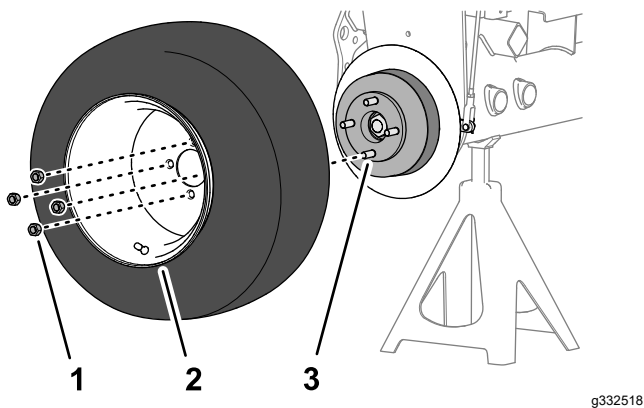

图 62
1. 卸下将前车轮固定至轮毂的 4 个车轮螺母然后卸下车轮图 62。